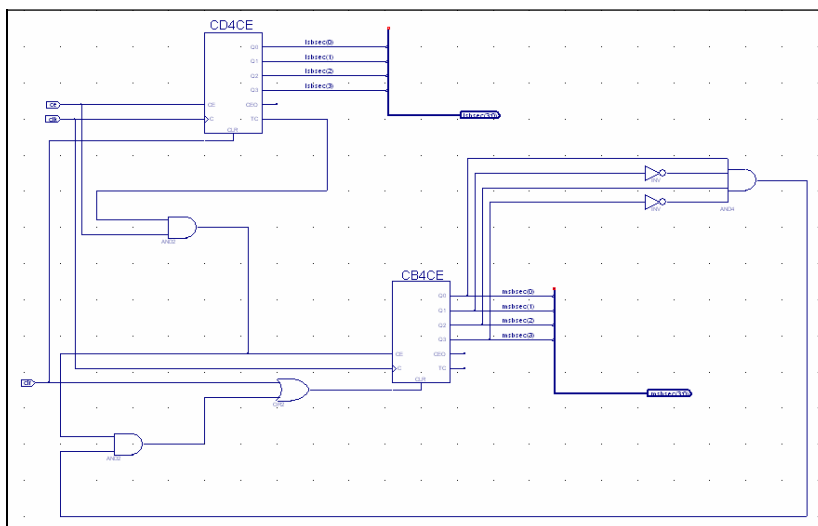

图9-4 时间计数器“cnt60”原理图
“cnt60”是时间计数器，有两个 4bit 总线输出代表时间的个位与十位数值。它的原理图如图 9-4 所示。
- (3) 依照原理图 9-4 所示连接其他连线，并在器件端口拉出一小段线段为添加网线名称与 I/O 管脚做准备。
7. 运用步骤 1~6 的操作方法，按照图 9-4 所示的“cnt60”原理图完成其余部分设计，单击 按钮保存全部设计。